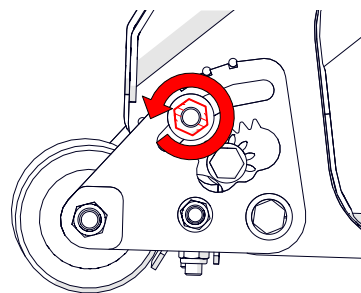

Fig. 8E - Allentare il dado del morsetto superiore del quadrante del rullo
6. Allentare il dado del morsetto superiore del quadrante del rullo [chiave da 19 mm] (Fig. 8E). Ripetere sul quadrante del lato opposto.